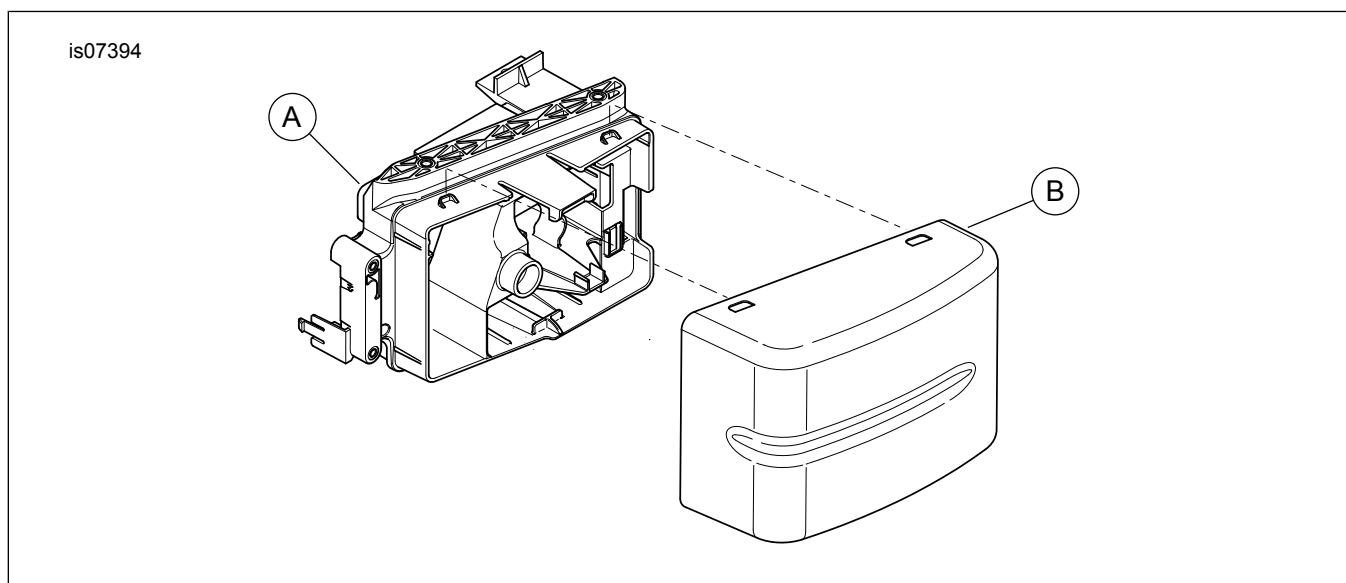

Figura 4. Parti di ricambio: Pannello elettrico e coperchio del pannello
1. Vedere Figura 4. Rimuovere il coperchio esistente del pannello. Staccare la parte superiore del coperchio dagli aggetti di ritenzione e quindi tirare verso il basso per staccare dalla linguetta sulla parte inferiore.